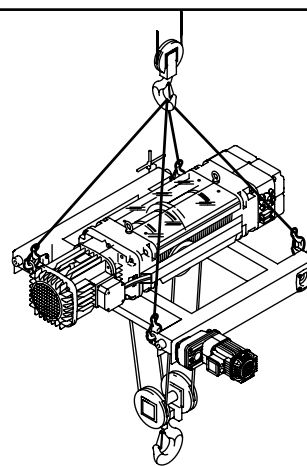

fig. 61
5. Utiliser des élingues appropriées accrochées aux points d'appui de levage sur le châssis du chariot et un appareil de levage choisi en fonction du poids et de la hauteur de la charge pour lever l'unité palan/chariot et la dégager de la palette (fig. 61).